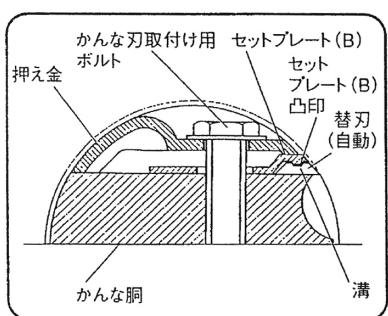

図 37
(4) 押え金を取付け、かんな胴とセットプレート（B）の間に替刃（自動）を入れ、かんな刃取付け用ボルト8本で締付けます。（図37）
(5) 取付けが終わったら、かんな胴の固定を解除しチップカバーを閉じます。